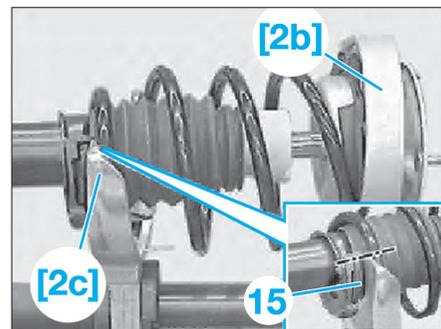

Fig. 13
- Nettoyer le ressort hélicoïdal et le serrer avec les outils [2c] et [2b] munis de l'insert [2a] (Fig.13).
- Tourner la jambe de suspension, jusqu'à ce que l'extrémité du ressort hélicoïdal (15) s'aligne avec le bout de l'outil [2c].